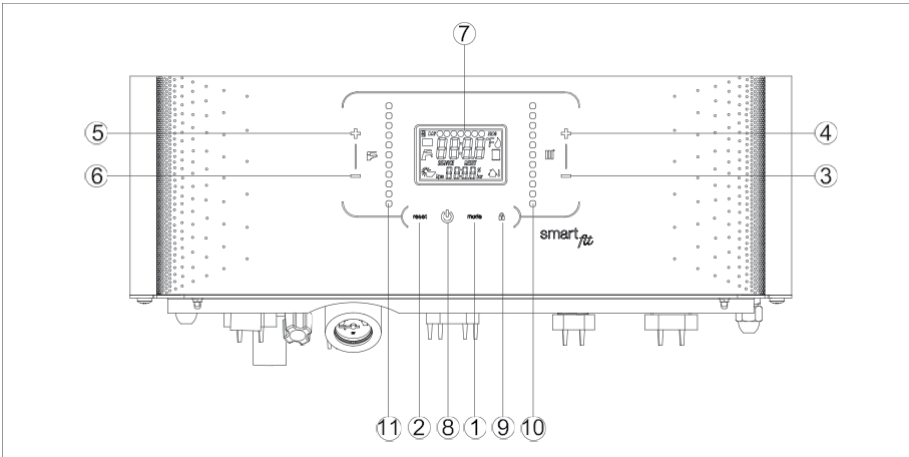

Figura 1. Panou de comandă
- Când dispozitivul este pornit, pe ecran va apărea „OFF”. Prin atingerea butonului de mod (1) (Figura 1), puteți comuta între pozițiile VARĂ- KIS - NUMAI ÎNCĂLZIRE- OFF, respectiv.
- Verificați să nu existe numere intermitente (a se vedea codurile de eroare) pe ecran (7) (Figura-1). Dacă defecțiunea E04 apare pe afișaj (7), aceasta indică faptul că nu există apă în cazan. În acest caz, umpleți sistemul cu apă, așa cum este descris în „Secțiunea 2.6”.
Temperatura de încălzire este setată cu butoanele (3) și (4) (Figura 1).
- Temperatura de setare a încălzitorului este redusă prin atingerea butonului (3).
- Temperatura de setare a încălzitorului este crescută prin atingerea butonului (4).
- Temperatura de setare a încălzitorului este crescută sau scăzută prin atingerea cu mișcarea de alunecare (10).
Temperatura apei menajere este setată cu butoanele (5) și (6) (Figura 1).
- Prin atingerea butonului (5), temperatura de setare a apei calde menajere este crescută.
- Prin atingerea butonului (6), temperatura de setare a apei calde este redusă.
- (11) este atins cu mișcarea de glisare pentru a crește sau a scădea temperatura de setare a apei menajere.
În această secțiune, pe indicatorul (7) al centralei (consultați Figura 1) conține lista codurilor de eroare care pot apărea, simptomele relevante și acțiunile pe care utilizatorul le poate întreprinde pentru a reseta centrala.